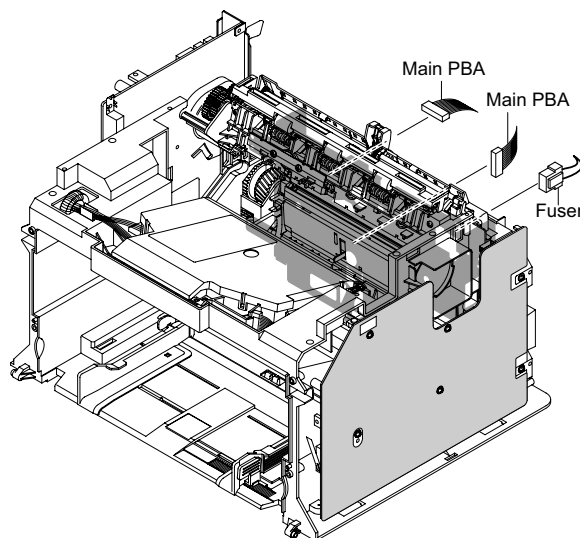

Рисунок 1
3. Отсоедините все разъемы с блока SMPS и платы LIU, рисунок 1.